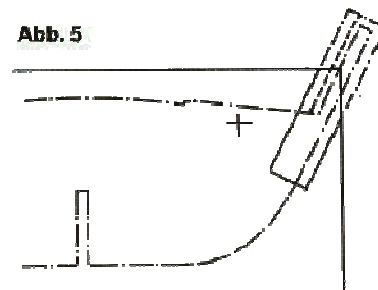

Abb. 5
- Übertragung dieses Ausschnittes auf ein entsprechendes Sperrholzbrettchen. Die Fixierung erfolgt durch Anbohren der beiden Bohrungspunkte (siehe Abb. 5).
- Der jeweilige Spant wird per Hand ausgesägt, außer den Kielschlitz. Auf der Innenseite im oberen Bereich der Spanten bleibt ca. 3 mm Aufmaße (siehe Abb. 5).